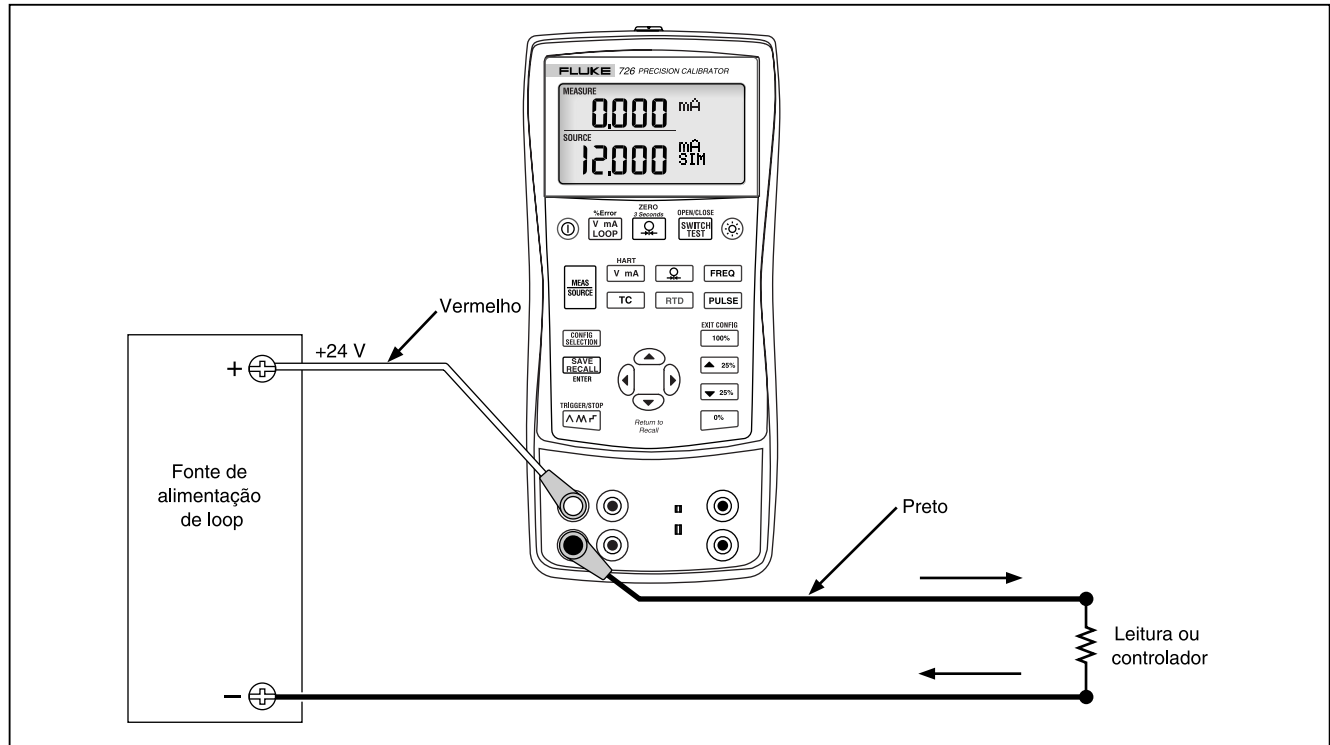

Figura 14. Conexões para simulação transmissor de 4 a 20 mA
1. Conecte a fonte de alimentação de loop de 24 V, conforme mostrado na Figura 14.